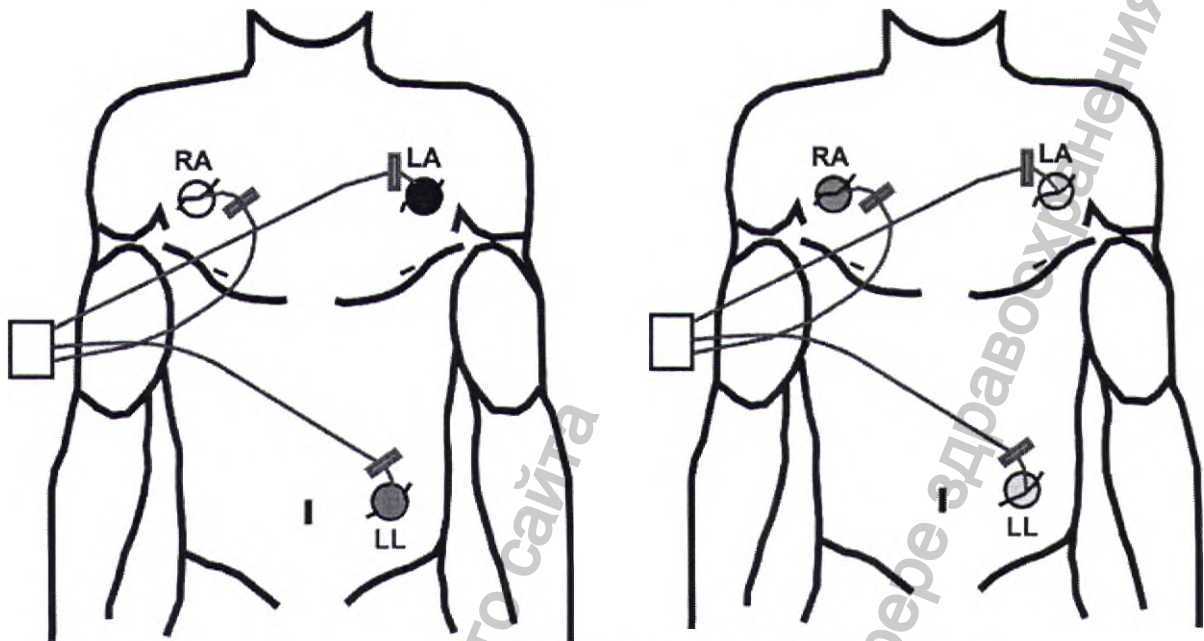

Рисунок 5.5 – Варианты подключения электродов
- подсоедините три отведения ЭКГ к электродам в правой части грудной клетки, в левой части грудной клетки и в среднем отделе живота в соответствии с обозначениями на обратной стороне кабеля: RA (ААМІ — белый; IEC — красный), LA (ААМІ — черный; IEC — желтый), LL (ААМІ — красный; IEC — зеленый) так, как показано на рисунке (см. Рисунок 5.5).